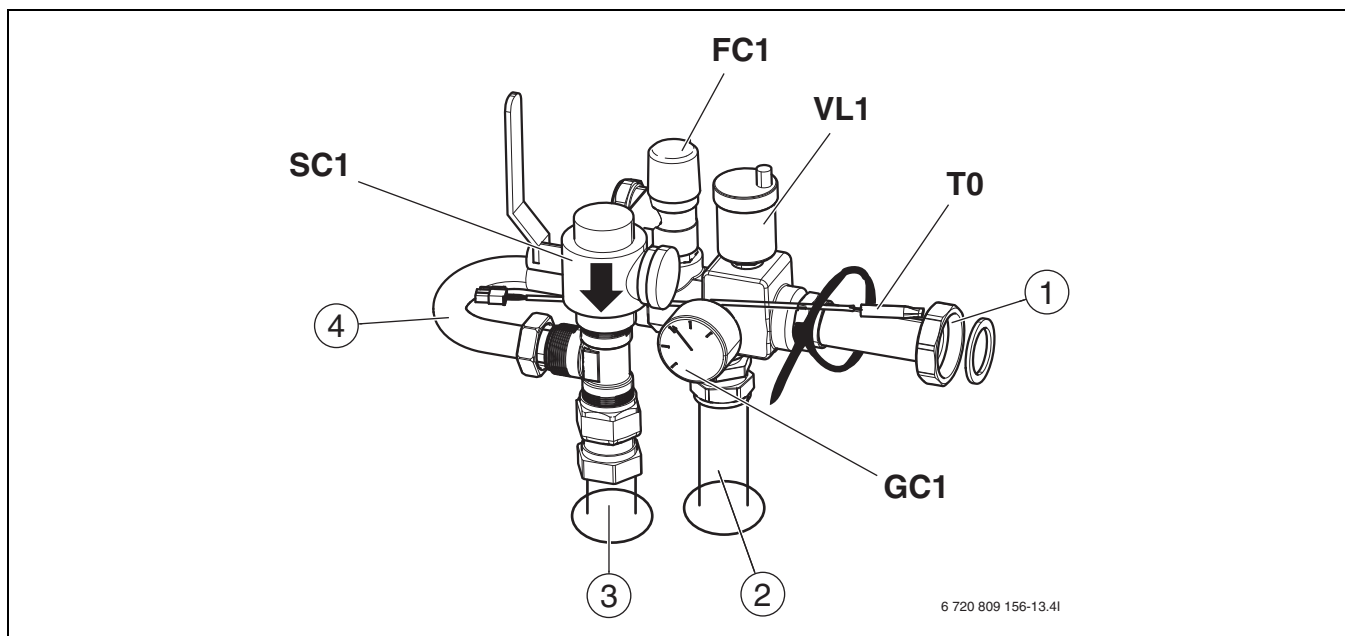

Рис. 11 Смонтированная группа безопасности
- ▶ Сначала смонтируйте фильтр ([SC1], рис. 11) на тройник.
- ▶ Смонтируйте остальные детали, но не затягивайте резьбовые соединения на байпасе ([4], рис. 11).
- ▶ Установите датчик температуры подающей линии в погружную гильзу на трубе ([T0], рис. 11) и закрепите кабельной стяжкой.
- ▶ Затяните резьбовые соединения на байпасе ([4], рис. 11).